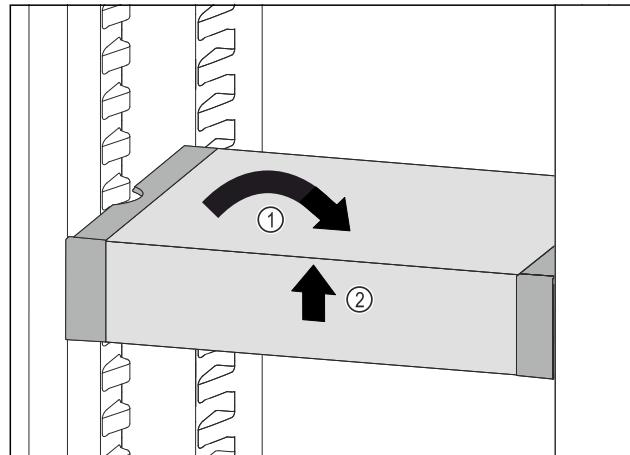

Fig. 79
- VarioSafe postavte rovno. Fig. 79 (1)
- VarioSafe nadvihnite vpred. Fig. 79 (2)